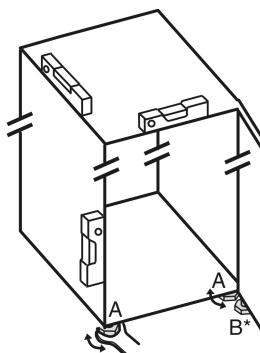

Fig. 33
- Stellfuße Fig. 33 (A) mit beiliegendem Gabelschlüssel und mit Hilfe einer Wasserwaage herausdrehen, bis das Gerät fest und ebenstehend ausgerichtet ist.
- Stellfuß Fig. 33 (B) am Lagerbock mit beiliegendem Gabelschlüssel herausdrehen, bis er auf dem Boden aufliegt.
- Stellfuß Fig. 33 (B) um 90° weiter drehen.